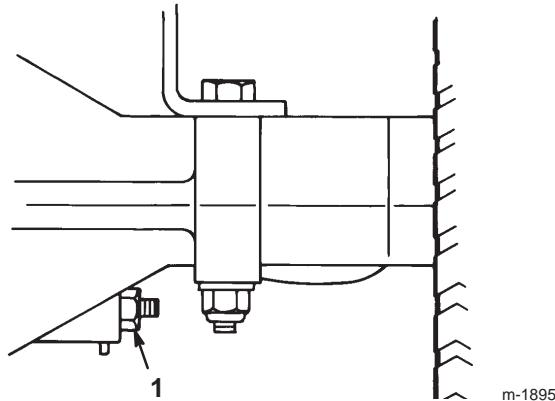

Bild 19
Die Bremse befindet sich an der rechten Seite der Hinterachse im Hinterreifen (Bild 19). Wenn die Feststellbremse den Traktor nicht sicher hält oder ausreichend anhält, muss diese eingestellt werden.
- Drehen Sie zum Erhöhen des Bremswiderstands die Bremseneinstellmutter (Bild 19) 1/8 Umdrehung im Uhrzeigersinn.